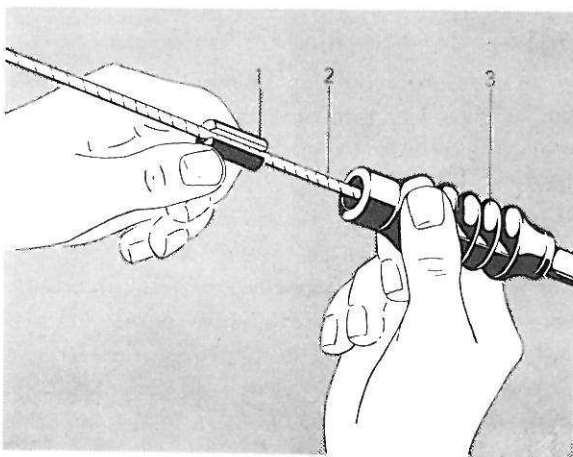

Fig. 49. Montage du capuchon caoutchouc.
rence 86851. Pour le remplacement, démonter la tige de commande du levier et décrocher le câble de l'étrier de traction. Enlever l'ancien capuchon caoutchouc et monter le capuchon neuf. Raccrocher le câble sur l'étrier de traction et remonter la tige de commande. Remonter le bouchon d'étanchéité fendu (1, Fig. 49) sur le câble (2) et l'enfoncer ensuite dans le capuchon caoutchouc (3).